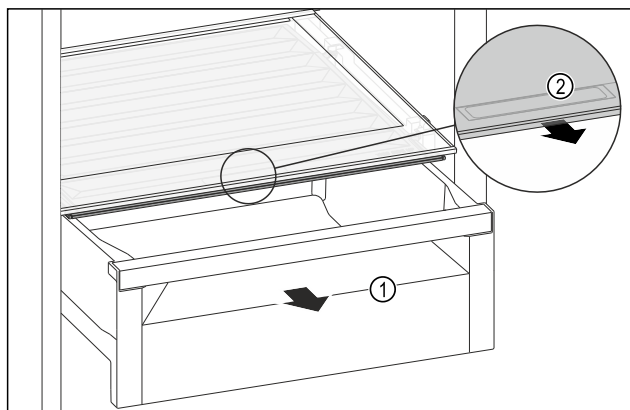

Fig. 135
- Retirer le tiroir Fig. 135 (1).
- Saisir la poignée encastrée Fig. 135 (2) du couvercle du compartiment et tirer le couvercle du compartiment par l'avant.